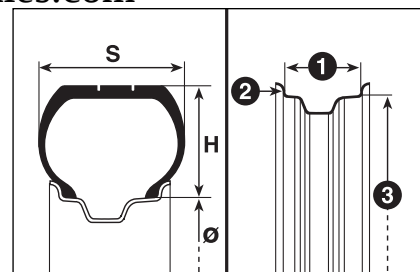

fig. 5
LECTURA CORRECTA DEL NEUMÁTICO fig. 5
en los neumáticos para la nieve****QM + S** = hasta 160 km/h.**TM + S** = hasta 190 km/h.**HM + S** = hasta 210 km/h.**LECTURA CORRECTA****DE LA LLANTA fig. 5****Ejemplo: 6 1/2 J x 15 H2 ET43****6 1/2** = anchura de la llanta en pulgadas (1).**J** = perfil de la pestaña (resalte lateral donde apoya el talón del neumático) (2).**15** = diámetro de montaje en pulgadas (corresponde al neumático que debe montarse) (3 = Ø).**H2** = forma y número de los "hump" (medición de la circunferencia que mantiene en su lugar el talón del neumático sin cámara en la llanta).**ET43** = ángulo de caída de la rueda (distancia entre la superficie de apoyo disco / llanta y línea central de la llanta de la rueda).